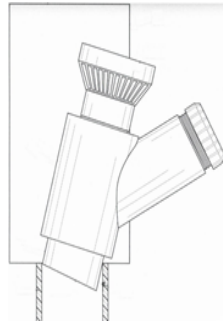
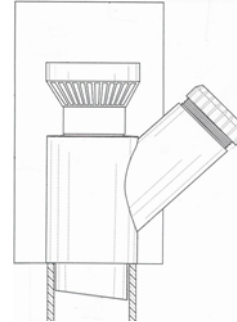

Fig. 2
Fig. 3
3. Después de confirmar un ajuste adecuado, asegúrese de que tanto la estrella como el interior del tubo vertical estén libres de polvo o escombros. Primero, aplique imprimación a la sección inferior exterior de la estrella y a la parte superior interior de la tubo vertical. En segundo lugar (después de que la imprimación se haya secado), aplique pegamento a las áreas previamente imprimadas e insértelo en el tubo vertical (Fig. 2). Asegúrese de que el Wye esté completamente asentado en la posición deseada y deje el tiempo adecuado para que se seque de acuerdo con las instrucciones del fabricante del pegamento (Fig. 3).